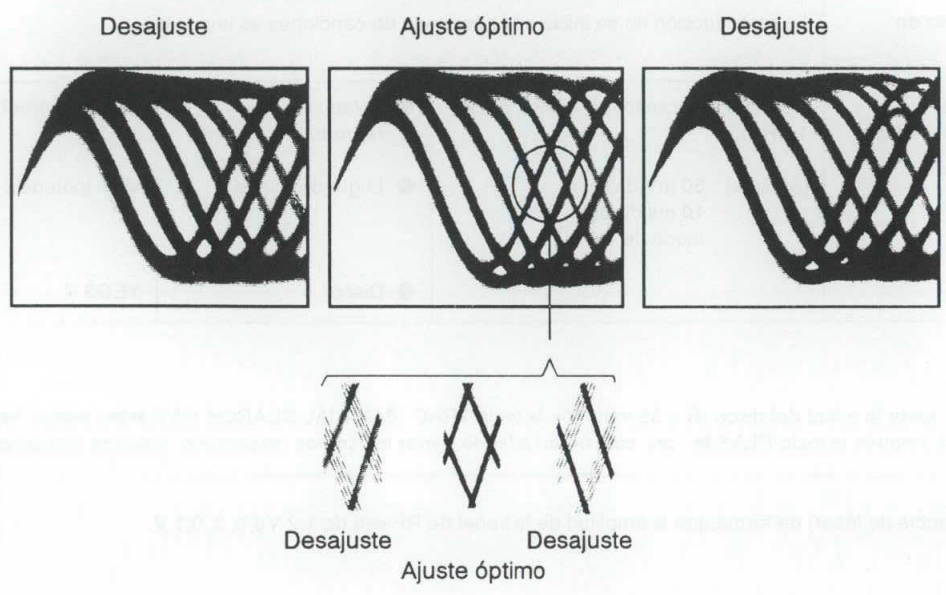

Fig. 8-11. Patron Optico
3. A continuación, ajuste el tornillo de ajuste de inclinación tangencial con una llave hexagonal M 3 mm hasta que el patrón ocular (la forma de diamante del centro de la señal de RF) pueda verse con la mayor claridad (Fig. 8-11.).